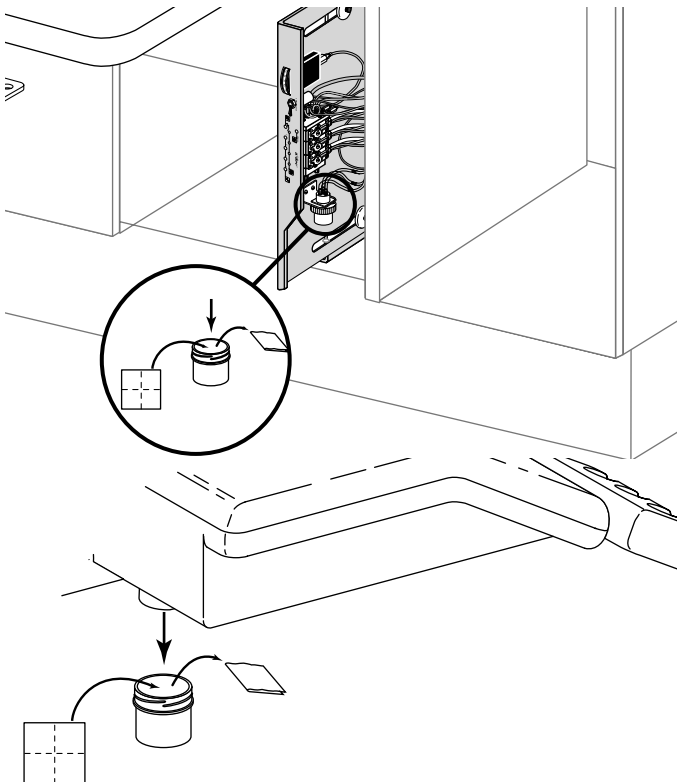

Bild 14. Ölsammler
1. Nehmen Sie den Ölsammelbehälter vom Gerätekopf ab, nehmen Sie die alte Filtergaze heraus, und entsorgen Sie sie (siehe Bild 14).